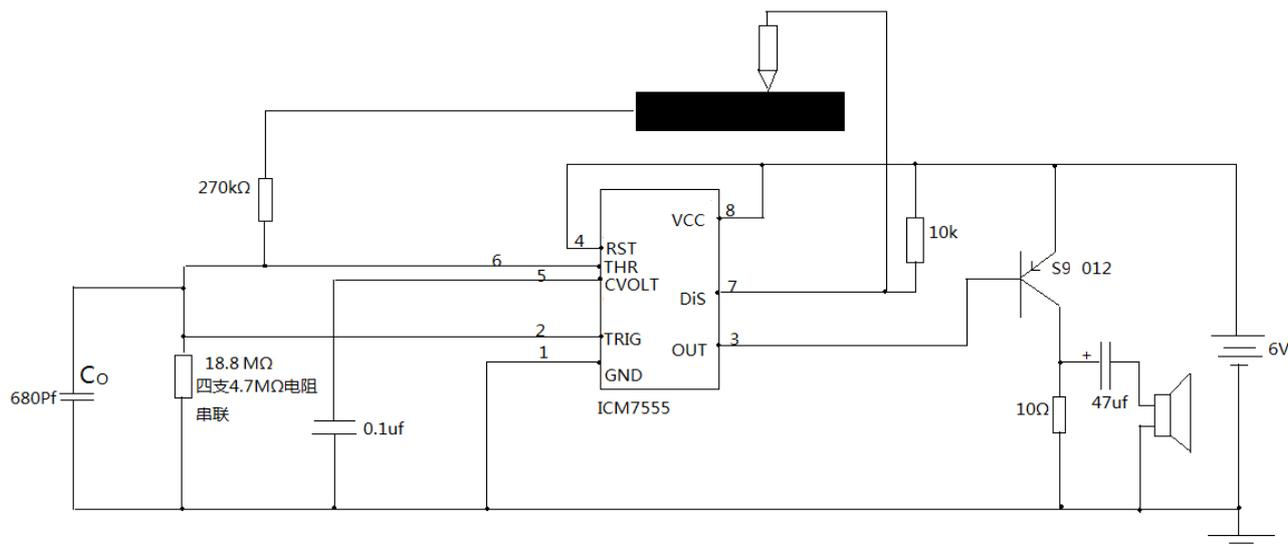

图 13-1 简易电子琴电路
**二、工作原理** 简易电子琴电路如图 13-1 所示，由于接通电源瞬间，电容 C1 来不及充电，电容器两端电压  $u_c$  为低电平，小于  $(1/3)V_{cc}$ ，故高电平触发端与低电平触发端均为低电平，